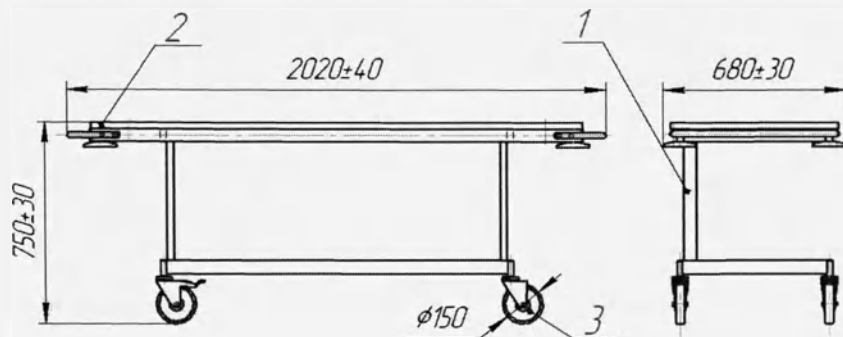

Рисунок 1. Тележка ТВ-ММ мод. 1245 С рентгенопрозрачная
2.3. Габаритные размеры, мм	См. рис. 1,2
4.1. Тележка одноуровневая 1 (см. рисунок 1) имеет С-образную раму из стального профиля с покрытием порошковым полимерным, оснащенную самоориентирующимися колёсными опорами 3, две из которых, расположенные по диагонали снабжены тормозами. На раме закреплена рентгенопрозрачная панель 2 из монолитного поликарбоната.